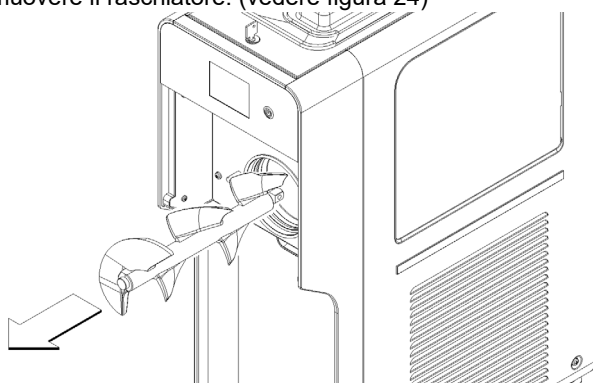

figura 24
- 8 Rimuovere il raschiatore. (vedere figura 24)